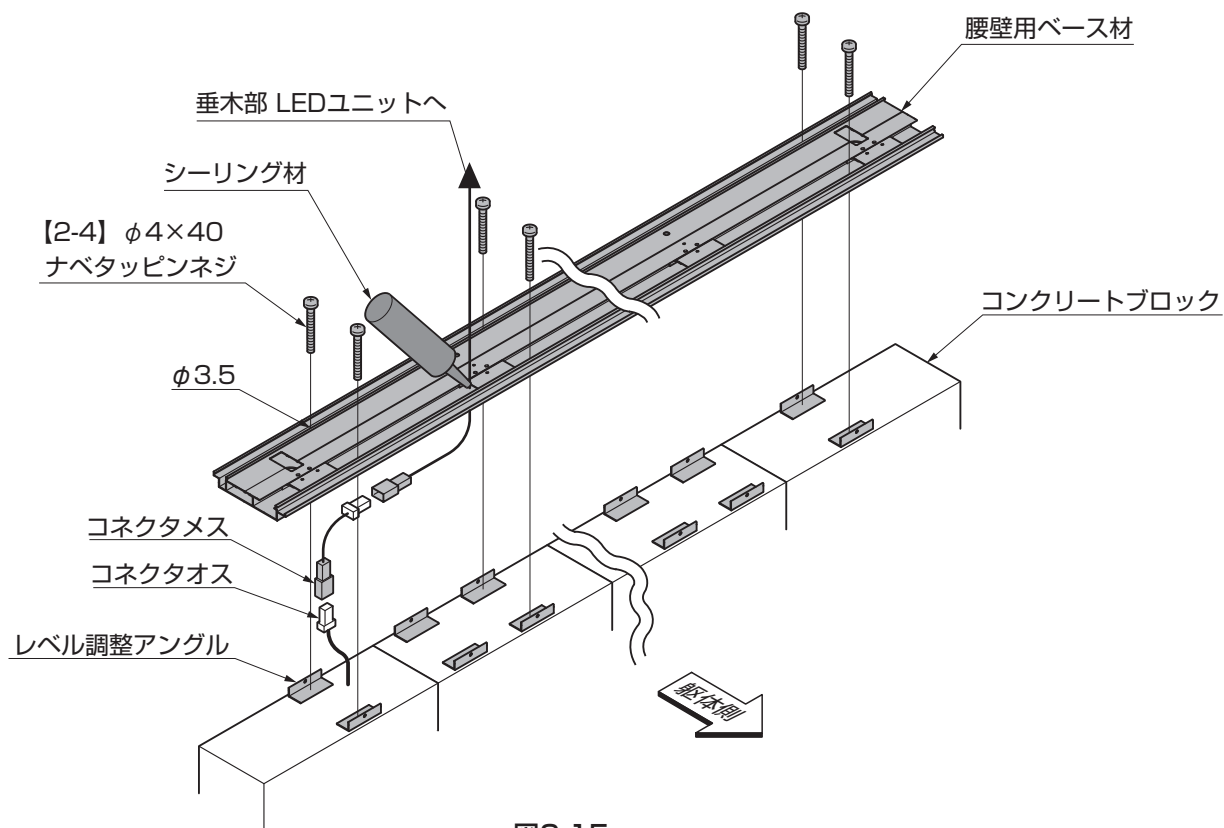
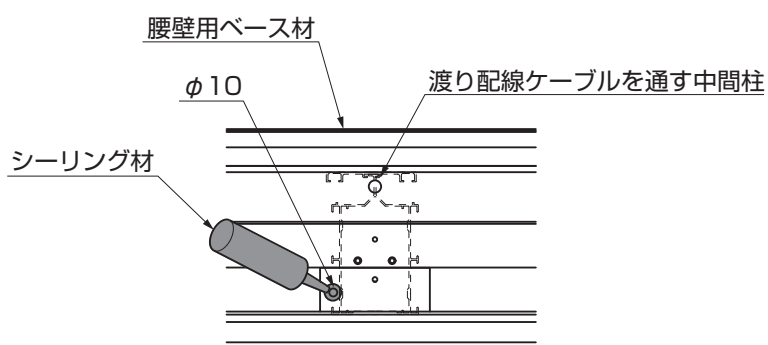

図9-15
図9-16
- ①腰壁用ベース材に配線用のφ10の穴をあけてください。(図9-15、図9-16参照)
- ②LED照明の結線は図9-15を参照してとりまわしてください。
- ③ケーブルを通した腰壁用ベース材の穴をシーリングでふさいでください。
- 指定の箇所には、必ず雨水侵入防止のため、シーリングをしてください。(図9-15、図9-16参照)